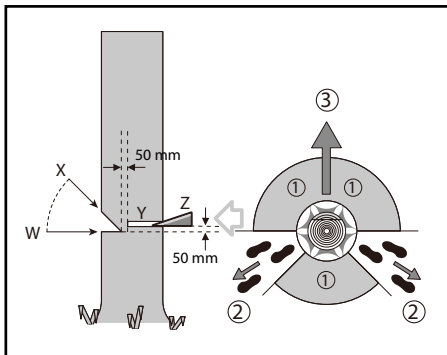

Рис. 1
Перед валкой дерева должен быть запланирован путь отхода и при необходимости следует подготовить и освободить его. Путь отхода должен вести в сторону и вверх от ожидаемой линии падения деревьев. (См. рис. 1)
Пропилите под прямым углом со стороны падения дерева запил в его стволе на глубину, равную 1/3 диаметра ствола. Вначале выполните нижний горизонтальный запил. Это позволит избежать зажатия пильной цепи или направляющей шины пилы при выполнении второго запила. (См. рис. 1).
Произведите повалочный запил минимум 50 мм выше горизонтального запила (см. рис. 1). Повалочный запил следует выполнять параллельно горизонтальному запилу. Пропиливайте повалочный запил только так глубоко, чтобы осталась вертикальная древесная перемычка, которая могла бы служить шарниром. Эта перемычка должна предотвратить возможность поворота дерева и его падения в неправильном направлении. Не перепиливайте эту перемычку.
Когда дерево начнет падать, удалите цепную пилу из запила, выключите и отложите ее в сторону, покиньте опасную зону по запланированному пути отхода (2). Следите за упавшими вниз ветвями и не запнитесь о них. (См. рис. 1).